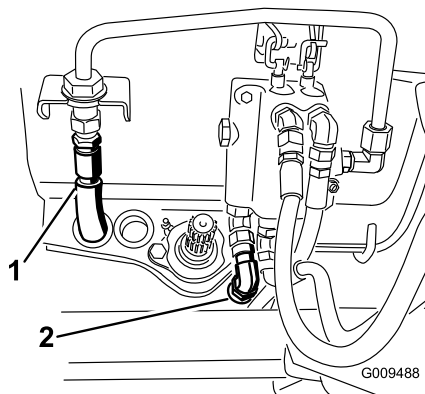

図 76
17. 制御バルブの金属チューブからタンクホースを外す 図 76。
19. 制御バルブから圧力側ホースを外す 図 76。